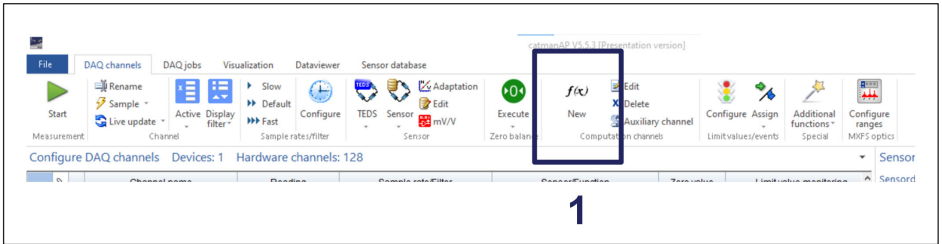

图5.6 新建计算通道按钮
- 点击“new (新建)”计算通道按钮 (数字1, 位于图5.6)